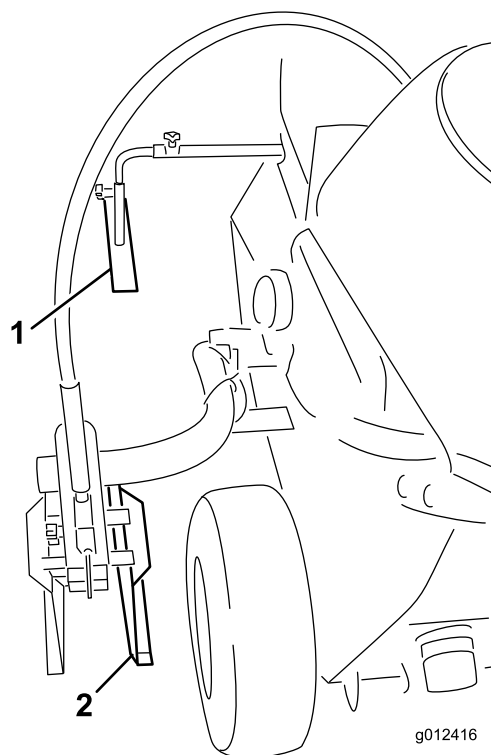

Figura 28
O guia (Figura 28) permite ao operador ficar alinhado com uma linha recta ou a linha pintada existente.
1. Desaperte o parafuso que fixa o marcador de linha (Figura 28) ao tubo de montagem.